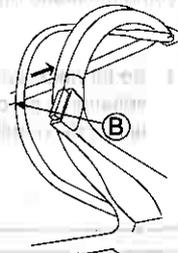

Fig. 18.
- 4 Puxe a alavanca da embraiagem da tração (B) para si para iniciar o corte da relva. (Veja a fig. 18.)